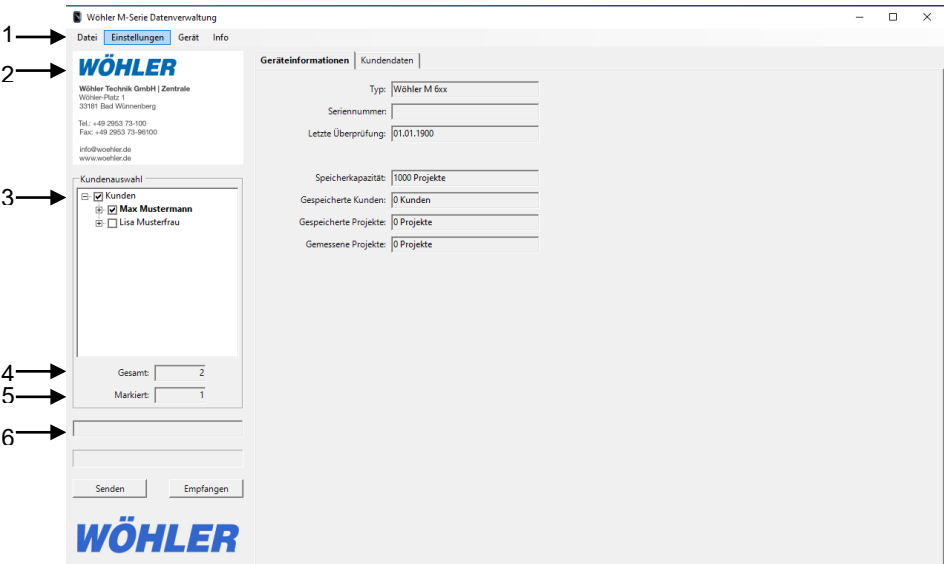

Abb. 2: Startseite PC-Software Wöhler M-Serie
- Zum Anlegen eines neuen Kunden klicken Sie in der Startansicht mit der rechten Maustaste auf „Kunden“, vgl. Abb. 2, Punkt 3